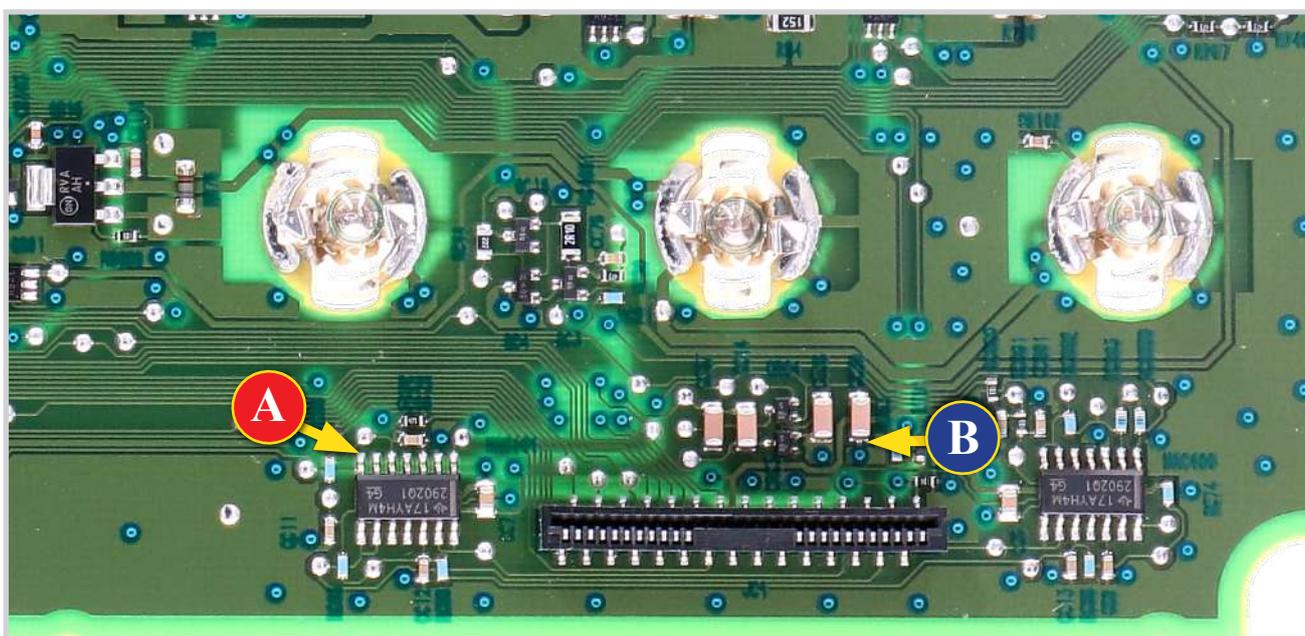

Figura 1
- Dopo aver sostituito il display, alimentare il contachilometri a banco, con il generatore CAN-BUS, SEP-CAN-MODUS per misurare la tensione tra i punti A e B (vedi figura 1). In alternativa, è possibile alimentare il modulo direttamente sull'auto, ma questa seconda opzione non è consigliata.
Risaldare la EEPROM sul PCB, alimentare il contachilometri e **ricontrollare la tensione presente tra i punti A e B** (vedi figura 1).